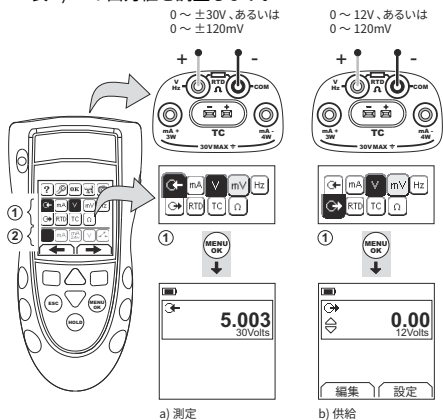
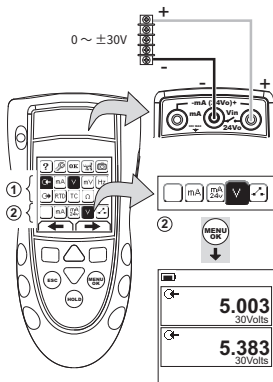

図 4: 構成例 - ボルトまたは mV の測定 / 供給 (エリア ①)
図 5: 構成例 - ボルトの測定 (二重機能、エリア ②)
1. 本計器を接続し (図 4 & 図 5)、必要に応じてセットアップ (表 1) を調整します。
**注記 :** 二つの操作を同時に行う場合は、二重機能エリア (②) を使用します。エリア ② の選択が必要でない場合は、このエリアをオフ (■) に設定します。これにより、バッテリーの消費が節約できます。